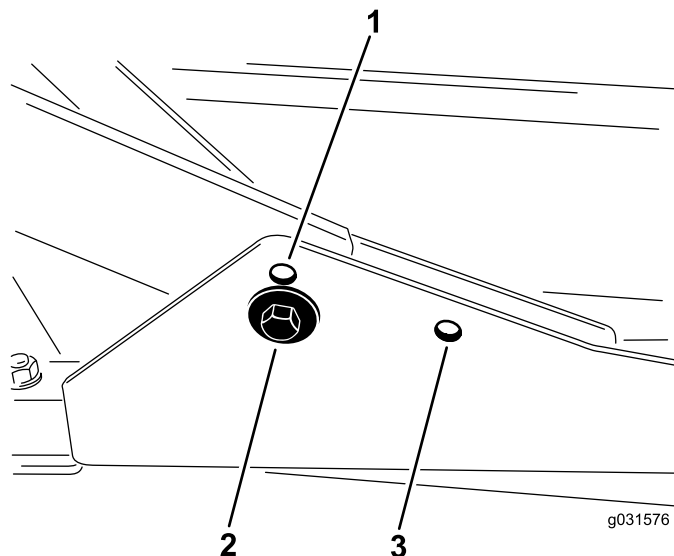

Figure 17
1. Pour une hauteur de coupe de 2 à 7,6 cm ( $\frac{3}{4}$  et 3 po), montez les bâtis porteurs avant dans les trous inférieurs avant (Figure 17).
2. Pour une hauteur de coupe de 6,3 à 10 cm ( $2\frac{1}{2}$  à 4 po), montez les bâtis porteurs avant dans les trous supérieurs avant (Figure 17).
Quelle que soit la hauteur de coupe, l'unité de coupe arrière doit être montée dans les trous de montage arrière (Figure 17).